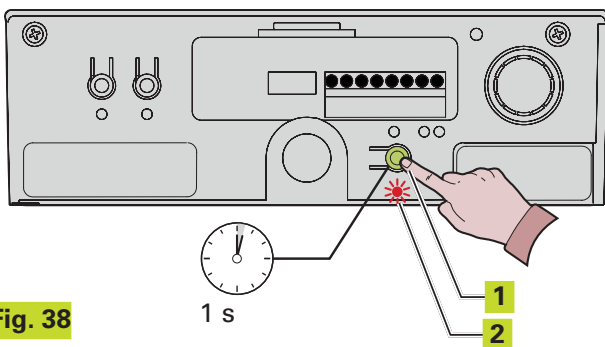

Fig. 38
Appuyer pendant 1 seconde sur le bouton-poussoir SET UP. (Fig. 38 réf. ①)
La LED de SET UP commence à clignoter au relâchement de la touche. (Fig. 38 réf. ②)